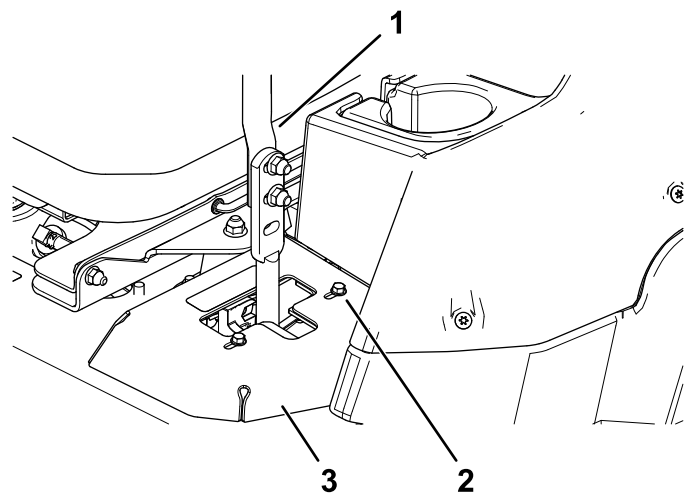

Bild 46
- Wenn die Maschine nach rechts zieht, lösen Sie die Schrauben und versetzen die linke Anschlagplatte am linken T-Schlitz nach hinten, bis die Maschine geradeaus fährt (Bild 46).
- Wenn die Maschine nach links zieht, lösen Sie die Schrauben und versetzen die rechte Anschlagplatte am rechten T-Schlitz nach hinten, bis die Maschine geradeaus fährt (Bild 46).
8. Ziehen Sie die Anschlagplatte fest (Bild 46).